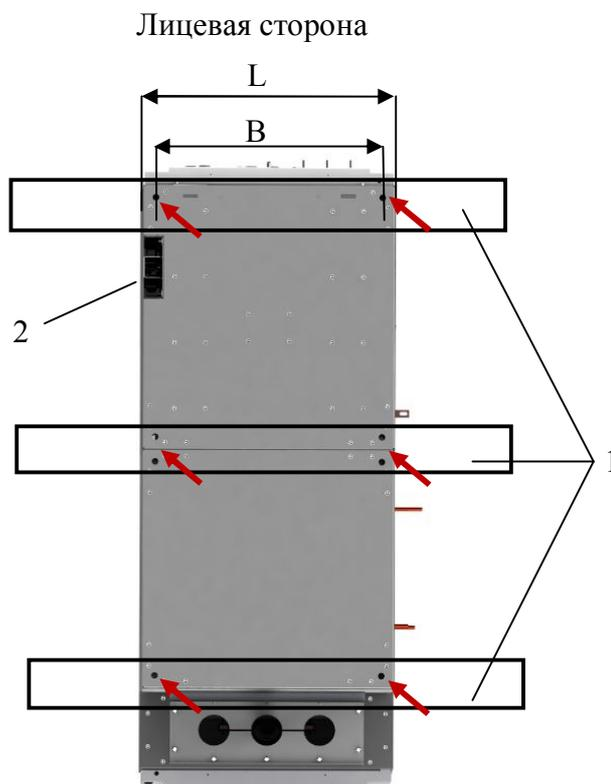

Рис. 20 Установочные размеры шкафов КРУ, размещение закладных швеллеров и отверстий для прохода силовых и контрольных кабелей. Вид сверху на дно шкафа КРУ
2.5.2.1 Установить на штатное место крайний правый шкаф КРУ в ряду, согласно схеме расположения на монтажном чертеже и рис. 20. Стрелками обозначены места крепления дна шкафа к основанию.